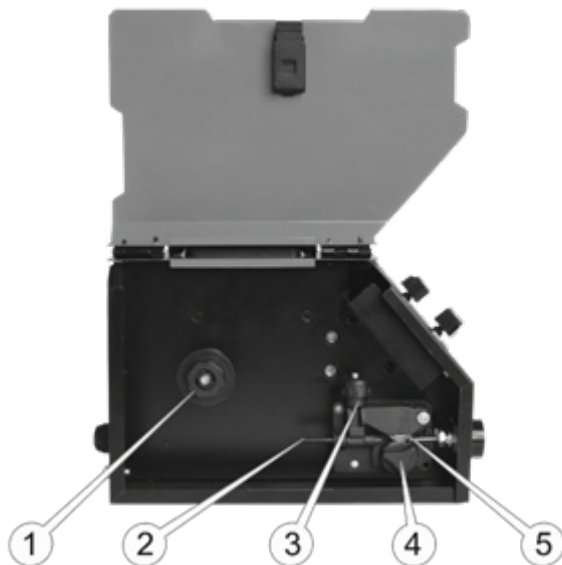

Рисунок 2. Схема встановлення котушки зі зварювальним дротом.
2. Відкрити кришку відсіку для зварювального дроту та встановити катушку зі зварювальним дротом на установчий барабан (1, рис. 2) з урахуванням того, що напрямок обертання катушки під час розмотування зварювального дроту відбувається проти ходу годинникової стрілки.
3. Вставити зварювальний дріт у механізм подачі (2, рис. 2).
- переконайтеся в тому, що на кінці дроту немає задирок, здатних пошкодити внутрішню частину тракту, і вставити зварювальний дріт у напрямну трубку (2, рис. 2) та просунути її у вхідний отвір зварювального рукава (5, рис. 2) на 100–150 мм;
- вкласти зварювальний дріт у жолоб ролика подачі (4, рис. 2) під вибраний дріт діаметром 0,8 або 1,0 мм. За необхідності змінити положення ролика.
Для зміни положення ролика подачі необхідно відкрутити фіксатор (4, рис. 2), встановити ролик потрібним боком і зафіксувати.
Планку з притискним роликом повернути до робочого стану і притиснути її гвинтом (3, рис. 2).